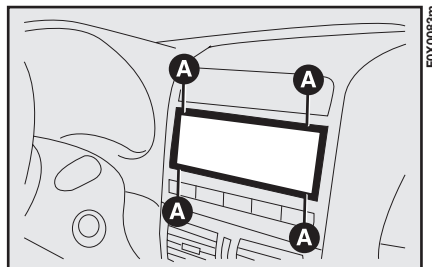

fig. 102
- facendo pressione sulle linguette di ritegno A-fig. 102 estrarre il coperchio per reperire le connessioni dedicate.